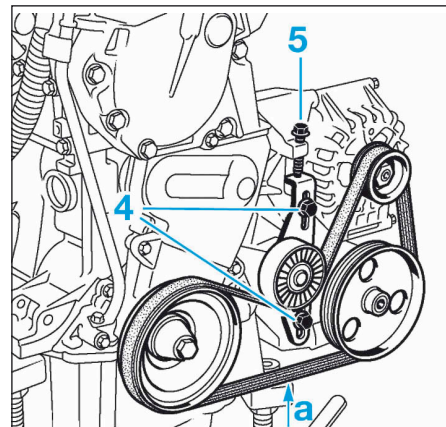

FIG.8
- Desserrer les vis (4) du galet tendeur (Fig.8).